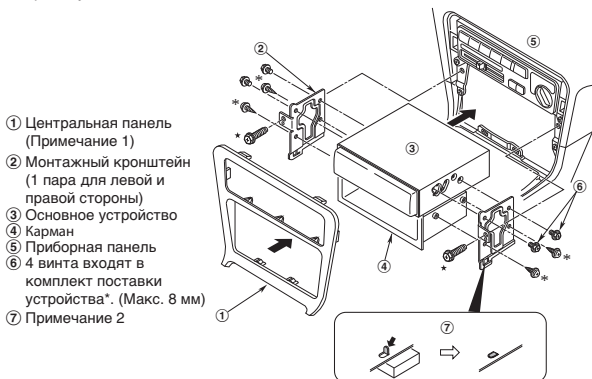

Рис. 6
При наличии в автомобиле установленного на заводе радиоприемника установите исходное устройство с помощью деталей и болтов, помеченных знаком (★). (Рис. 6)
1. Прикрепите монтажные кронштейны к шасси, как показано на Рис. 6. При установке исходного устройства без универсального монтажного кронштейна отверстия присутствуют; для других моделей может потребоваться внесение модификаций в монтажные кронштейны, например сверление новых отверстий.